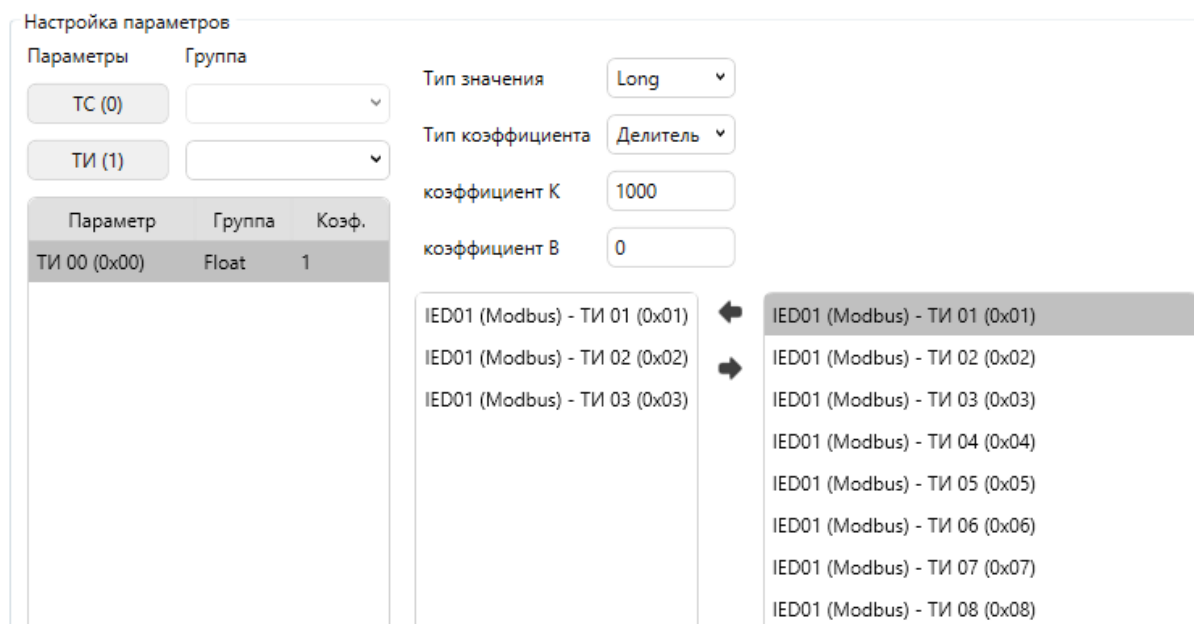

Рисунок 5.67. Пример настройки суммы ТИ
- Список параметров – справа располагается окно с перечнем всех доступных параметров для суммирования. Слева располагается окно, параметры которого будут суммироваться. Добавление/удаление параметров осуществляется с помощью стрелок (см. рис. 5.67).
Например, для настройки на рис. 5.67 итогом сумматора будет сумма значений регистров ТИ 01, ТИ 02 и ТИ 03 деленных на 1000.